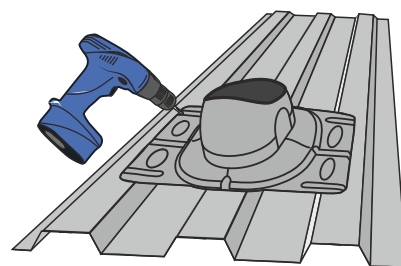

Рис.6
6. На выходную трубу оденьте и защелкните гибкий шланг KRONOFLEX (приобретается отдельно). Равномерно прижмите проходной элемент и прикрутите его с помощью саморезов со сверлом в кол-ве 4-х штук (рис. 6).